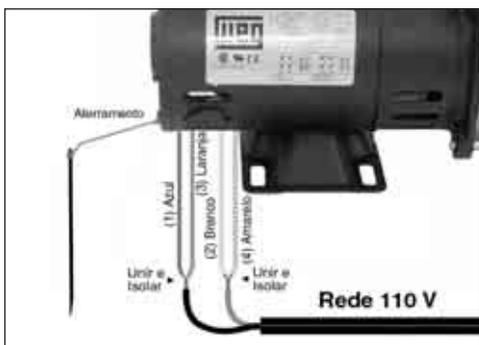
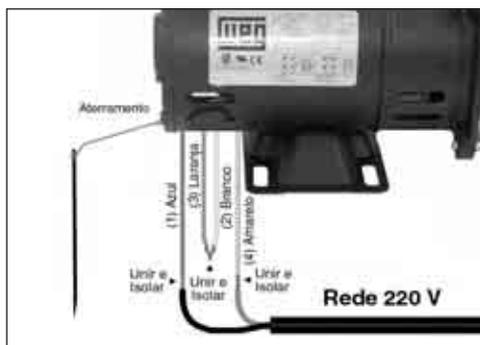

Figura 2 - Esquema de ligação de motores elétricos monofásicos em 110 V.
Figura 3 - Esquema de ligação de motores elétricos monofásicos em 220 V.
- 1) **Motores Monofásicos:** Para ligar o motor em 110 V, utilize o esquema da Figura 2. Para ligar o motor em 220 V, utilize o esquema da Figura 3. Para motores monofásicos de outras tensões, siga o esquema proposto na placa de identificação do motor.